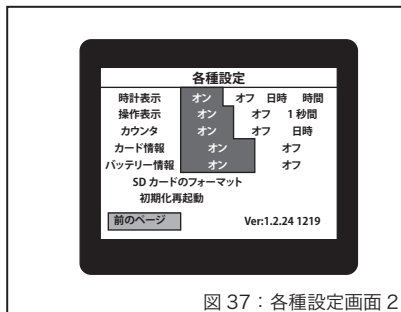

図 37：各種設定画面 2
- 各種設定画面の「次のページ」を選択すると、各種設定画面2 (図 37) が表示されます。